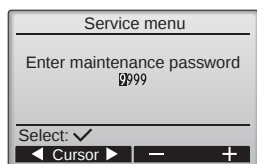

Fig. 7-2
- ① Dans le Menu principal, sélectionnez «Service» puis appuyez sur la touche .
- ② Lorsque le menu SAV est sélectionné, une fenêtre apparaît et vous invite à saisir le mot de passe. (Fig. 7-2)